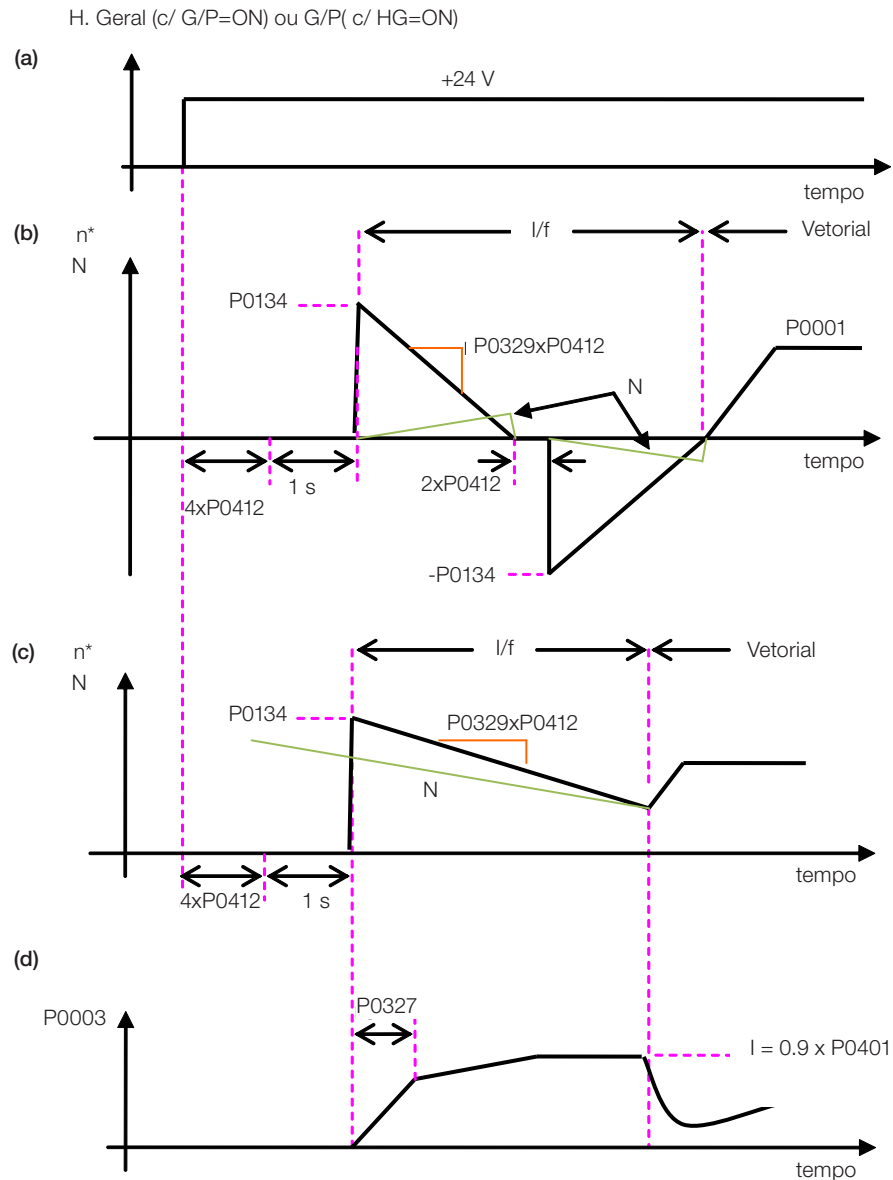

Figura 12.4 (a) a (d): Influência de P0327 e P0329 durante o Flying Start (P0202=4)
O comportamento da Função Flying Start (FS) no modo sensorless durante a aceleração e a re-aceleração pode ser compreendido a partir da figura 12.4.
Na figura 12.4 \(b\) é apresentado o comportamento da referência de velocidade quando a função FS é iniciada com o eixo do motor parado e P0329 pequeno (não otimizado).
A figura 12.4 \(c\) apresenta a referência de velocidade quando a Função FS é iniciada com o eixo do motor girando no sentido desejado ou com o eixo parado e P0329 já otimizado.